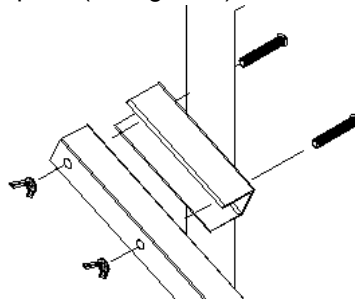

Figura 2
- Colocar los tirantes de soporte del colector solar, fijándolos a las columnas de soporte con los cuatro tornillos y tuercas mariposa (ver figura 2).